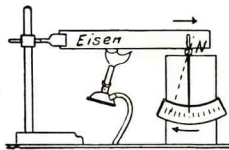

Abb. 167. Eisen erhitzen
**Vorübung** (Abb. 167): Spanne einen etwa 40 cm langen Streifen **Eisenblech** in einen Ständer ein und laß ihn auf einer Stecknadel *N* ruhen, an der du einen Papierzeiger befestigt hast. Erwärme den Streifen mit der Flamme des Bunsenbrenners! [Erfolg: Der Zeiger dreht sich! Was ist daraus zu schließen?] — Ergebnis: